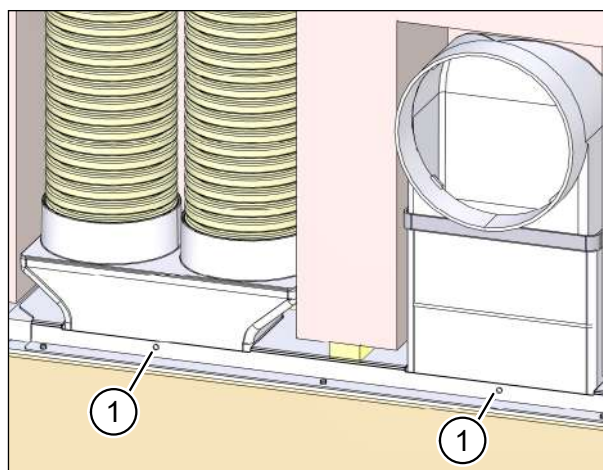

Fig. 59: Fissaggio degli allacciamenti per canale piatto / tubo flessibile nella cassetta a muro
Nella cornice intonaco ci sono due fori (pos. 1 nella Fig. 59) per fissare gli allacciamenti per canale piatto/tubo flessibile con rivetti ciechi alla cassetta a muro, se necessario. Questi fori devono essere realizzati anche negli allacciamenti per canale piatto / tubo flessibile.
- ▶ Con il trapano da 3 mm perforare i fori della cornice intonaco (pos. 1 nella Fig. 59) negli allacciamenti per canale piatto o tubo flessibile.